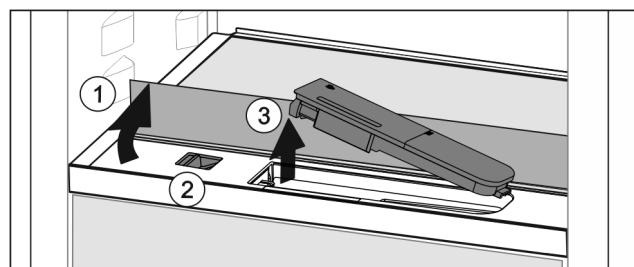

Fig. 51
- Nadvhňte sklenú dosku a až na doraz ju sklopte dozadu Fig. 51 (1).
- Potlačte posúvač Fig. 51 (2) dol'ava.
- Vyberte nádržku na vodu Fig. 51 (3).